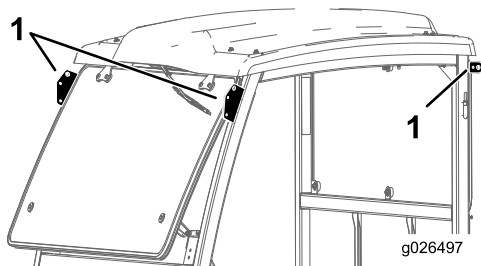

Рисунок 4
1. Поднимите раму кабины, используя такелажные точки подъема, и поместите ее на машину (Рисунок 4).